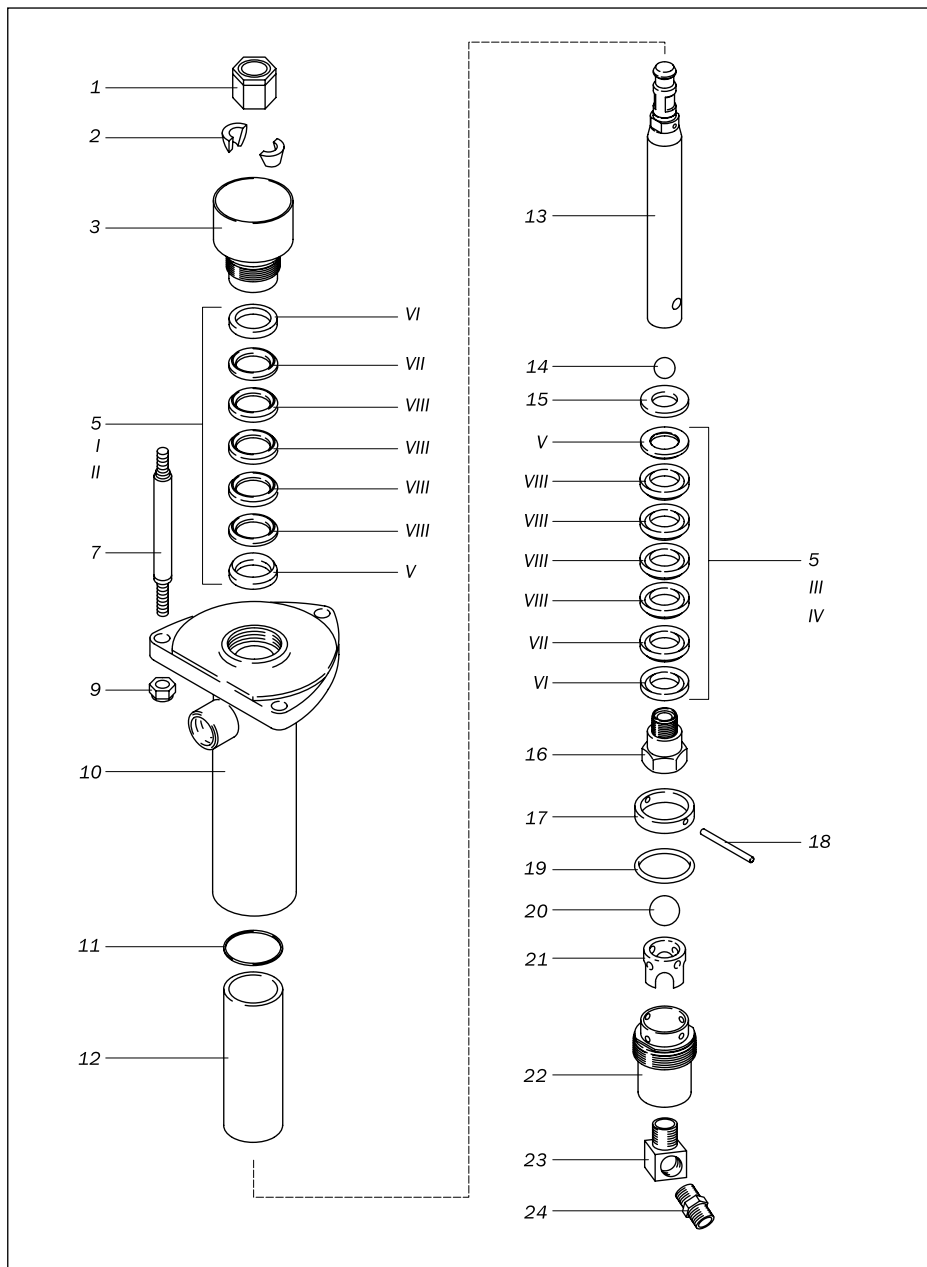

Рис. 9.2.1. Деталировочный чертёж насоса окрасочного аппарата.
9.2.1. Детализированный чертеж насоса окрасочного аппарата (рис. 9.2.1).
2. Ослабить герметизирующую втулку 3 (рис. 9.2.1).
4. Вывернуть корпус всасывающего клапана 23 (рис. 9.2.1).
2. Установите манжеты 5 (рис. 9.2.1) в корпус насоса 10 кромками вниз.
13. Затянуть герметизирующую втулку 3 (рис. 9.2.1). Момент затяжки 34–41 Н·м